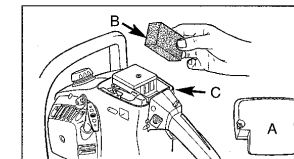

Abb. 18
1. Entfernen Sie die obere Abdeckung (A), indem Sie Befestigungsschrauben der Abdeckung entfernen. Die Abdeckung lässt sich dann abnehmen.
2. Heben Sie den Luftfilter (B) aus dem Luftkasten heraus (C) (Abb. 18).